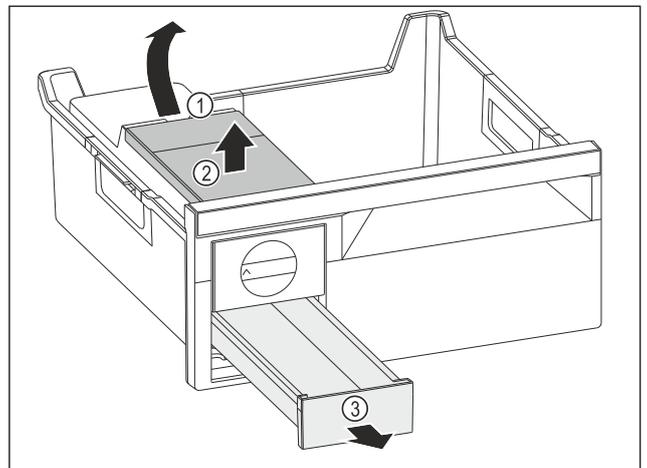

Fig. 130
- Retirer le réservoir d'eau : Soulever le réservoir d'eau hors de l'évidement Fig. 130 (1).
- ▶ Retirer le réservoir d'eau Fig. 130 (2) vers le haut.
- ▶ Retirer le compartiment à glaçons Fig. 130 (3) vers l'avant.